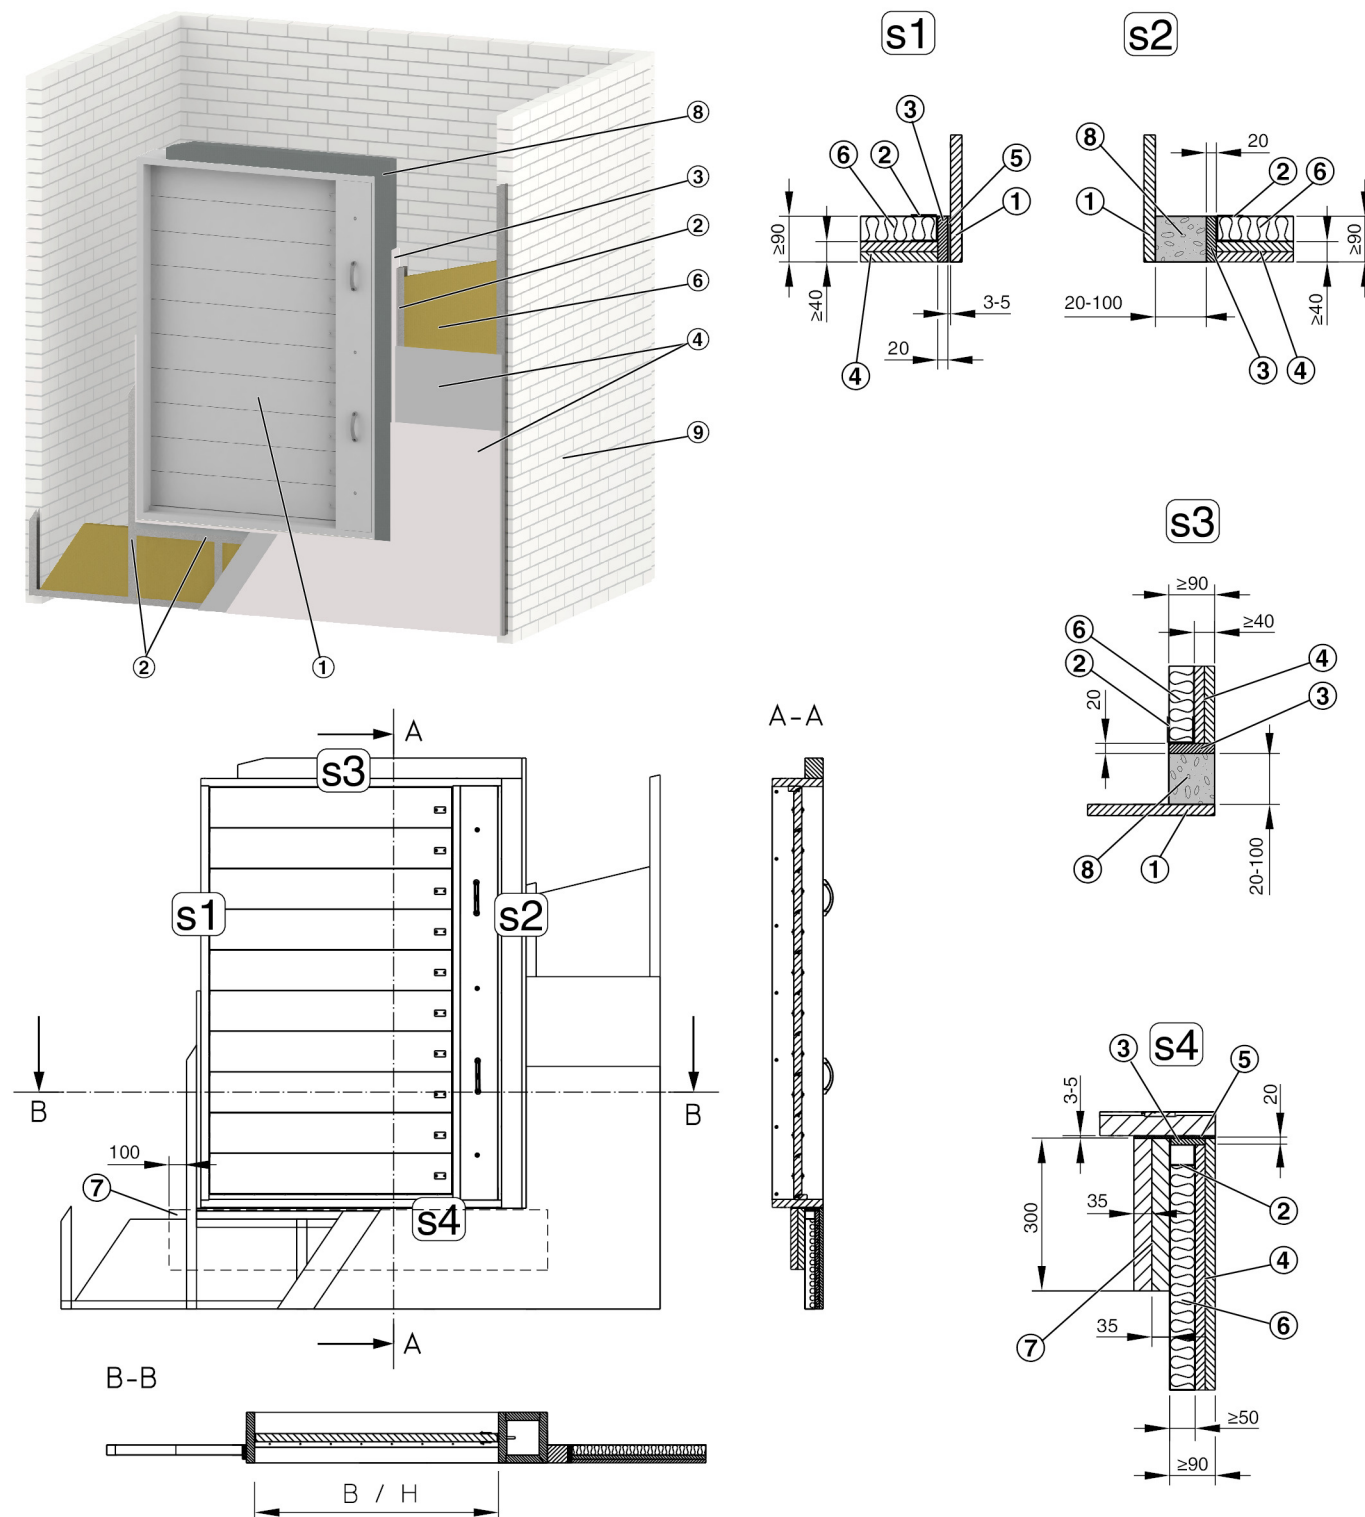

Abb. 26: Einbau in Leichte Schachtwand
- ▶ Laibung ( Abb. 26 /3) herstellen.
- ▶ Aufdoppelung ( Abb. 26 /7) herstellen: